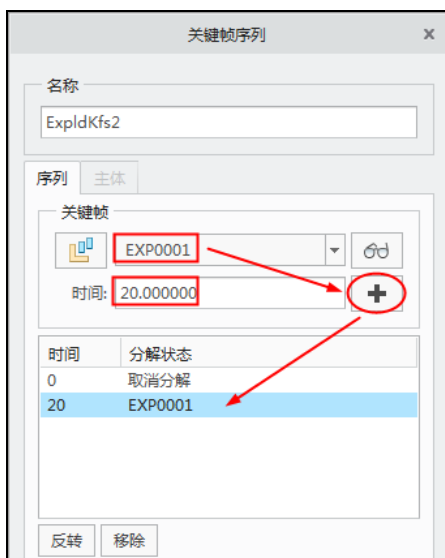

图 8-84 添加定义的分解状态
- 选择新建的 EXP0001 分解状态，设置分解时间为 20，再单击 $\oplus$ 按钮，添加到分解状态列表框中，如图 8-84 所示。注意，此时间不是动画总长时间。